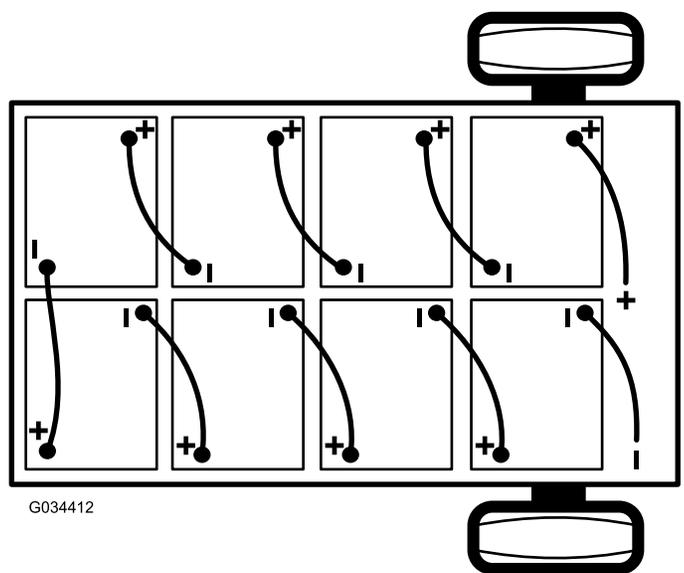

Рисунок 41
2. Отсоедините главный отрицательный кабель аккумулятора (черный), который соединяет блок аккумуляторов с точкой заземления автомобиля (Рисунок 41).
3. Отсоедините главный положительный кабель аккумулятора (красный), который соединяет блок аккумуляторов с главным контактом автомобиля (Рисунок 41).
Примечание: При установке аккумуляторов обращайте внимание на их полярность (Рисунок 41).
- Соедините аккумуляторы между собой, как показано на Рисунок 41, с помощью промежуточных соединительных кабелей, снятых при выполнении пункта 1.
- Подсоедините главный положительный кабель аккумулятора (красный) между блоком аккумуляторов и автомобилем (Рисунок 41).
- Подсоедините главный отрицательный кабель аккумулятора (черный) между блоком аккумуляторов и автомобилем (Рисунок 41).